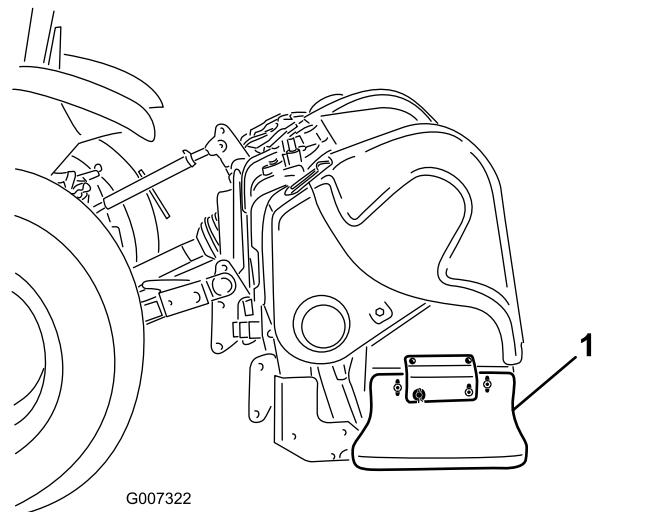

図 40
1. サイドシールドをフレームに固定しているボルトとナットをゆるめる 図 40。